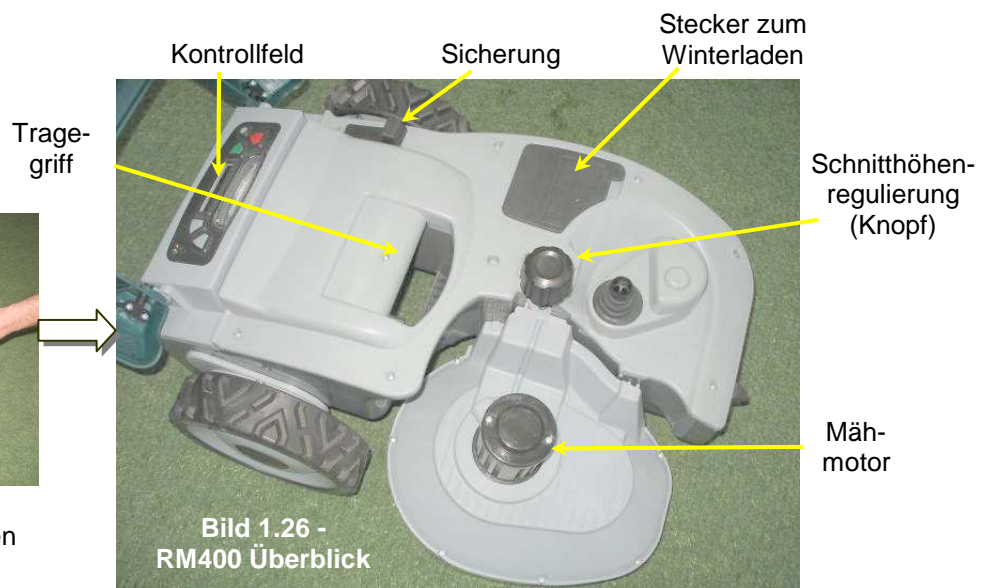

Bild 1.26 -
- Um die Schnitthöhe zu regeln, drehen Sie am Knopf für die Höhenverstellung (siehe Bild 1.26).